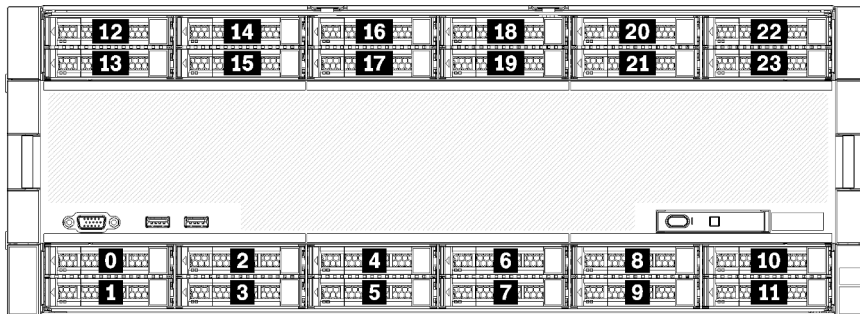

Figura 9. Ubicaciones de bahías de unidad
- Las dos unidades superiores admiten unidades de interfaz SAS, SATA o NVMe (Lenovo AnyBay). El servidor puede admitir hasta 12 unidades NVMe, según la configuración del servidor. Las bahías de unidad con capacidades NVMe son las bahías pares, como se muestra en Figura 9 “Ubicaciones de bahías de unidad” en la página 25.